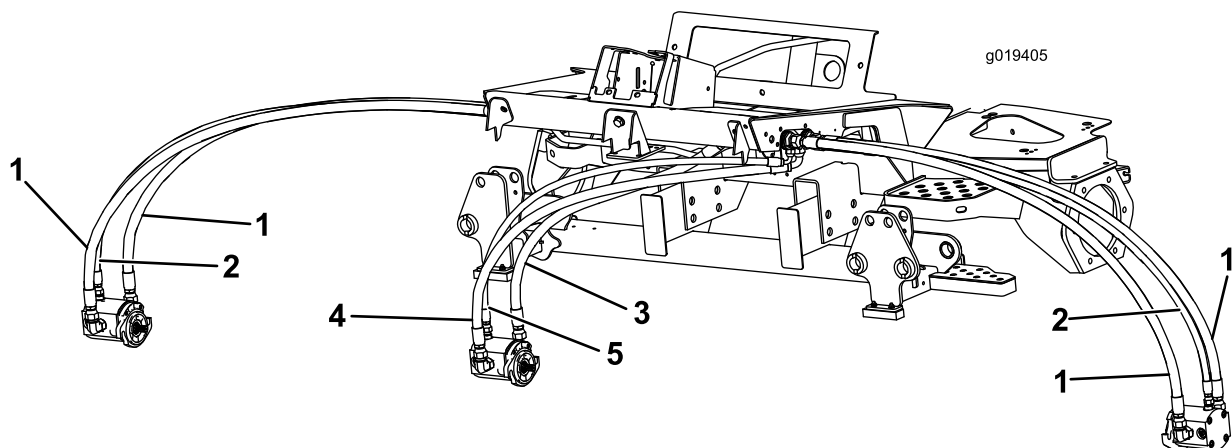

Bild 1
- Entfernen und ersetzen Sie die Schläuche am Frontmähwerk. Die Bestellnummer für jeden neuen Schlauch finden Sie unter Bild 1.